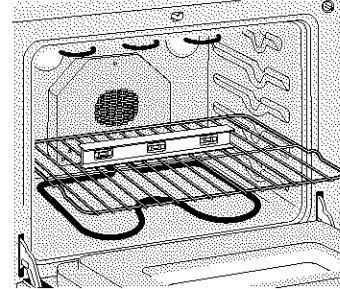

Figura 10
2. Ponga un nivel sobre la parrilla. Tome dos lecturas con el nivel puesto diagonalmente en una dirección y después en la otra. Nivele la estufa, si es necesario, ajustando las 4 patas niveladoras con una llave de tuercas (Figura 10).